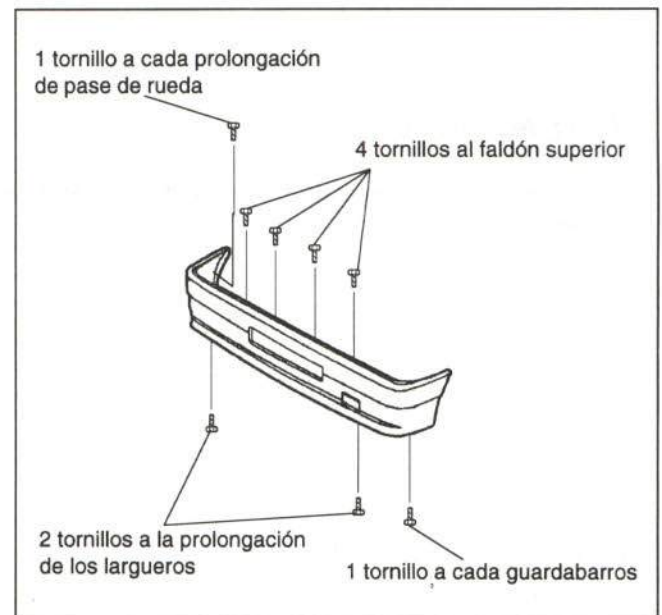

Figura 51.- Fijación del paragolpes trasero
El fabricante lo comercializa como pieza de recambio independiente. En la figura 51 se muestra su fijación.
- Paragolpes trasero (figura 51)